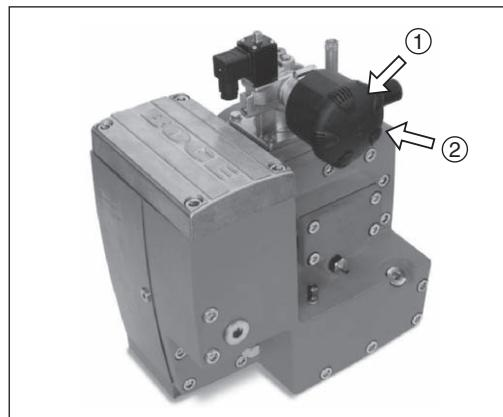

Fig. 4.2: Echange du filtre d'aspiration
- Enlever le couvercle ① du carter du filtre (Fig. 4.2).
- Oter la cartouche filtrante ② (Fig. 4.2).